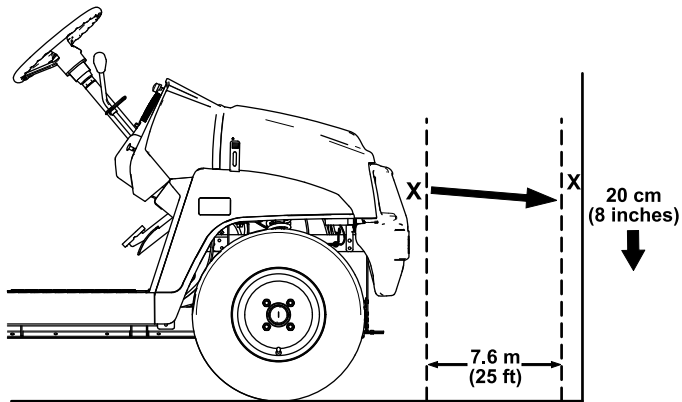

Bild 43
1. Stellen Sie die Maschine auf einer ebenen Fläche ab, dabei sollte der Abstand der Scheinwerfer ca. 7,6 m von einer Wand entfernt sein (**Bild 43**).
Der hellste Teil des Scheinwerfers sollte 20 cm unter der Markierung an der Wand liegen (**Bild 43**).